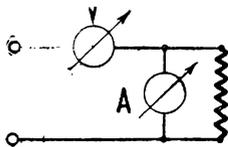
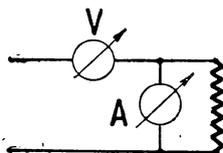

Figure 1
Figure 2
**P**OUR évaluer l'énergie absorbée par un appareil électrique, on peut mesurer la tension à ses bornes et l'intensité au moyen respectivement d'un voltmètre et d'un ampèremètre, branchés suivant la figure 1, dans le cas d'un courant élevé, ou suivant figure 2 si le courant est faible, et ensuite faire le produit des deux valeurs trouvées.